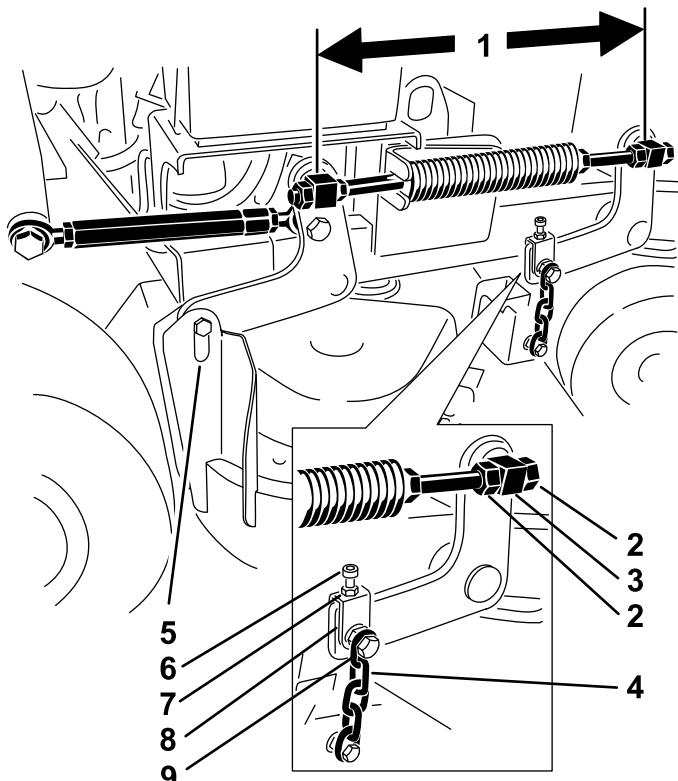

図 78
1. 各ねじ棒において、スイベル間の距離スイベルの中心から中心までの長さを測定する。図 78
2. 前側のスイベルのジャムナットをゆるめる図 78。
4. 前側のスイベルのジャムナットを締め付ける図 78。
4. 左側および右側において、前側のスイベルのジャムナットをゆるめる図 78。
6. 左側および右側において、前側のスイベルのジャムナットを締め付ける図 78。
4. 左側において、前側のスイベルのジャムナットをゆるめる図 78。
6. 左側において、前側のスイベルのジャムナットを締め付ける図 78。
5. 上チェーンボルトをゆるめる図 78。
6. 各ヨークのジャムナットをゆるめる図 78。
8. 調整ができたらジャムナットと上チェーンボルトを締める図 78。